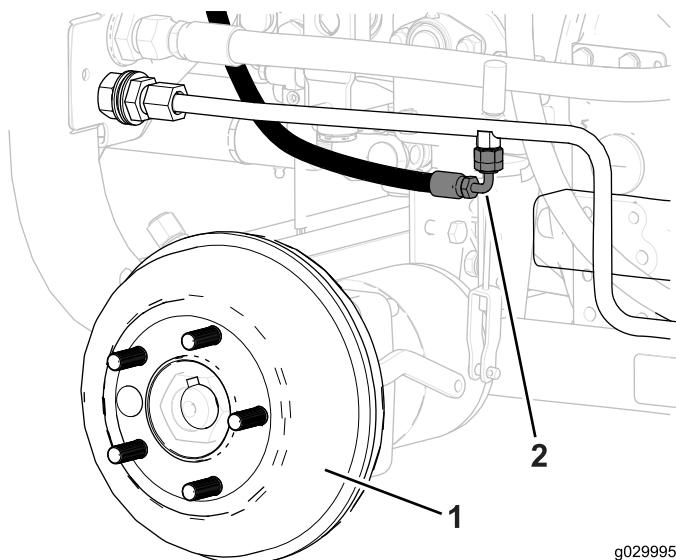

Figure 16
2. Branchez le raccord (90°) qui est au bout du grand flexible hydraulique sur le raccord hydraulique de la conduite hydraulique (Figure 16).